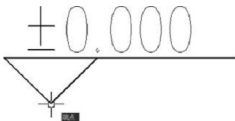

图 3.100 确定“标高”图块的基点
(2) 捕捉如图 3.100 所示的点作为“标高”图块的基点。